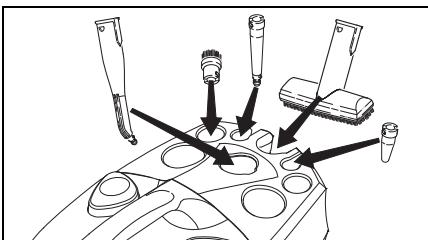

Fig. 1
- Inserire la bocchetta manuale (E1) nel rispettivo portaaccessori (Fig.1).